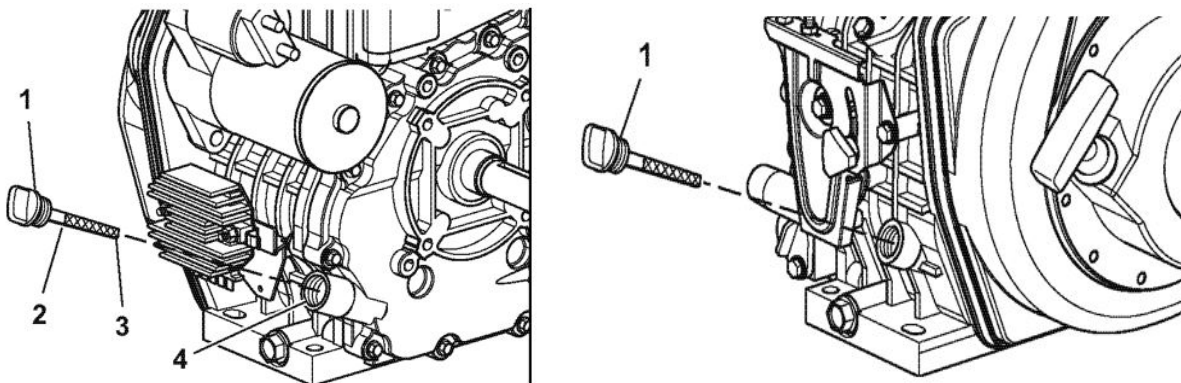

Abb. 5-3: Ölstand prüfen
- Entfernen Sie den Öldeckel/Ölmessstab (1, Abbildung 5-3) von einer der beiden Seiten und wischen Sie den Stab mit einem Lappen oder sauberen Tuch ab.
- Entfernen Sie erneut den Öldeckel/Ölmessstab. Der Ölstand sollte sich zwischen der oberen (2, Abbildung 5-3) und unteren Markierung (3) auf dem Ölmessstab liegen.
- Setzen Sie den Öldeckel/Ölmessstab (1, Abbildung 5-3) wieder vollständig ein und fixieren Sie den Öldeckel handfest.
- Füllen Sie die benötigte Menge Motoröl langsam und vorsichtig in die entsprechende Öffnung (4) ein.
- Setzen Sie den Öldeckel/Ölmessstab (1) wieder vollständig ein und fixieren Sie den Öldeckel handfest.